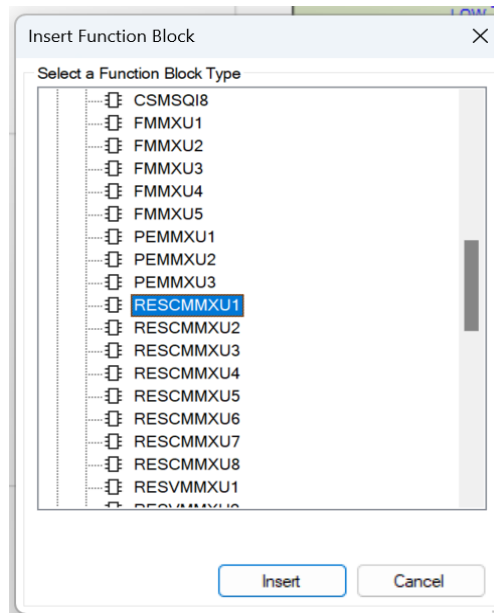

Imagen 114_Ventana de funciones en bloque_Measurement.
2.3.4 Ahora vamos a añadir el bloque “RESCMMXU1” desde “Insert - FunctionBlock - Measurement - RESCMMXU1” como en la **Imagen 114**, este bloque será el encargado de medir la corriente residual que tendremos del bloque de preconfiguración de corriente.